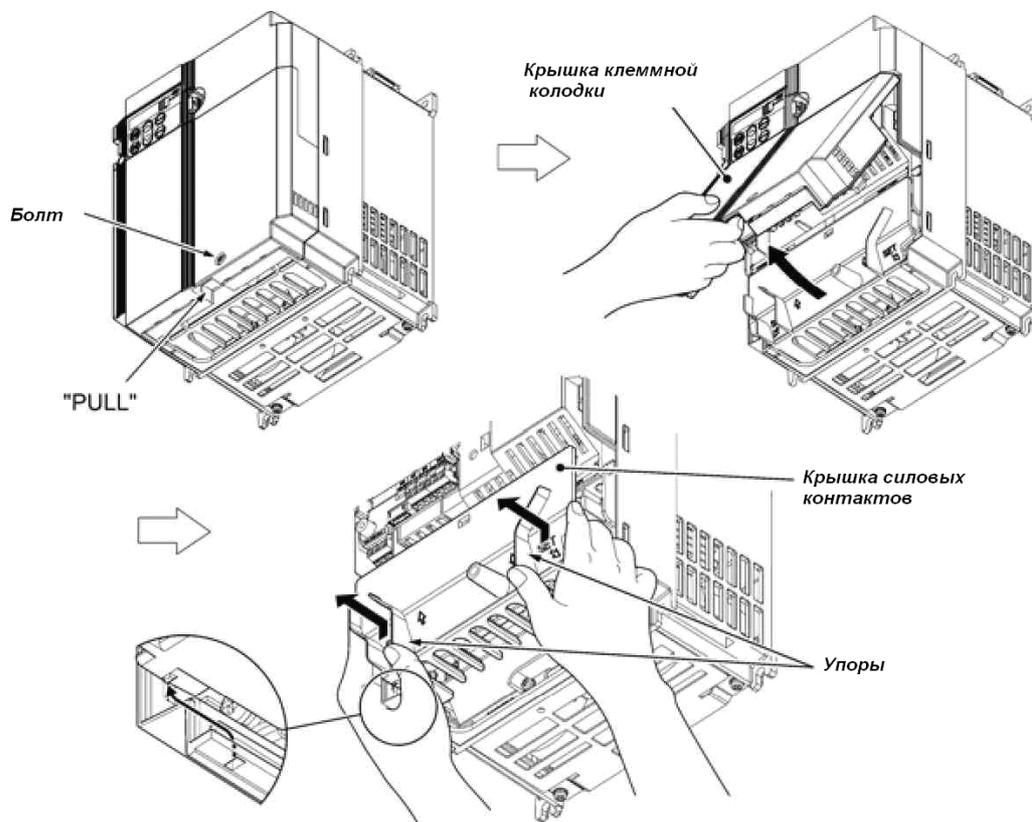

Рисунок 2.5 Снятие крышек (для ПЧ мощностью 5.5 и 7.5 кВт)
**(2) Для ПЧ мощностью 5.5 и 7.5 кВт**
- ① Чтобы снять крышку клеммной колодки, сначала ослабьте ее крепежный болт, затем поместите свой палец в выемку (с надписью "PULL") и потяните ее на себя.
- ② Чтобы снять крышку силовых контактов, поместите ладони на упоры крышки и потяните ее вверх, придерживая пальцами (рисунок 2.5.).